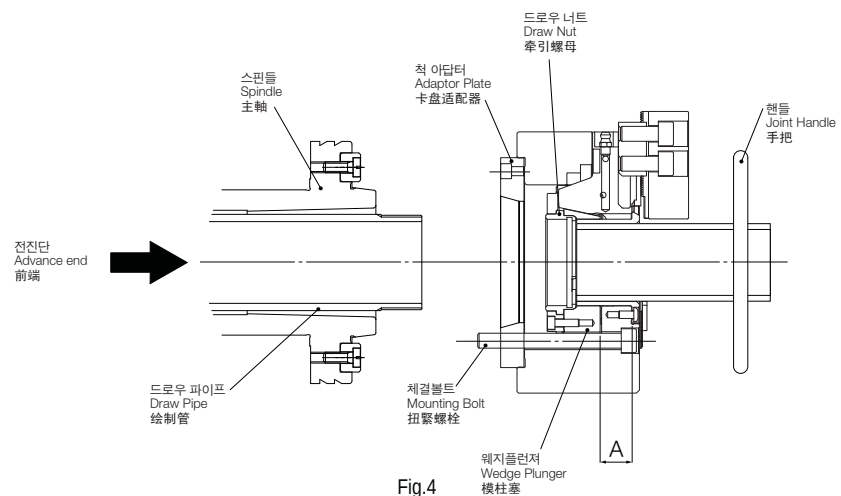
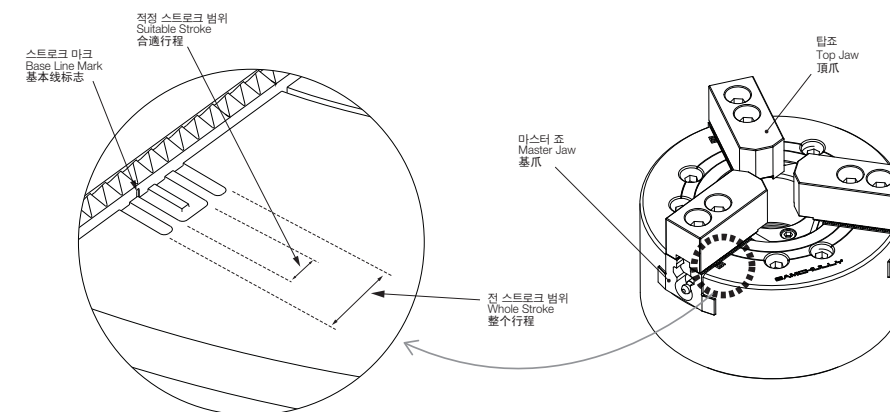

Fig.4
Fig.6
- (3) 척을 드로우 파이프에 연결합니다. 척의 소프트 조와 커버를 떼어내고 척 핸들을 척의 중심 구멍에 삽입하여 드로우 너트를 회전시키면서 드로우 파이프를 연결하여 주십시오.(Fig.4) 드로우 너트와 드로우 파이프를 연결할 때, 자연스럽게 연결되지 않으면 나사부위를 확인하여 주십시오. 무리하게 연결하면 소착의 원인이 되어 부품이 파손됩니다.
- (3) Connect the chuck to the drawpipe. Remove the soft jaw and cover of the chuck to insert the connecting handle in to the central hole of the chuck. Connect the chuck onto the drawpipe, turning the drawnut.(Fig.4) If the connecting of the chuck and drawpipe is difficult check the thread, If connected by force, the plunger will be damaged, thus resulting in seizing.
- (3) 将卡盘连接到拉制管上。卸下卡盘的软钢卡爪(soft jaw)及其盖, 将卡盘扳手插入卡盘中心孔, 转动拉制螺母, 连接拉制管。(Fig.4) 当连接拉制螺母和拉制管时, 如果不能自然地连接, 请检查一下螺丝部分。如果不合理地硬连接, 会造成烧结从而导致部件损坏。
(5) 마스터조의 위치를 조절합니다. 실린더 전진단에서 마스터조의 적정 위치는 커버 부착면에서 부터의 치수 A가 아래표가 되는 위치입니다. (Fig.4)
이때, 마스터조의 스트로크 마크가 전 스트로크 마크 외측의 선에 맞추어 있는 것을 확인해 주십시오. (Fig.6)
(5) Adjust the master jaw to the correct position. The adequate master jaw position at the cylinder advance end is where dimension A from cover mounting face is shown in the following table. (Fig.4) At this time, Check the master jaw standard mark is aligned to the outer line of total stroke mark.
(5) 调节卡爪座的位置。从油缸前面的卡爪座的合适的位置是，从盖的安装面开始的尺寸A应为下表的位置。(Fig. 4) 这时请确认卡爪座行程标识应对准行程标识。(Fig. 6) 此外由于拉制螺母有Clip stopper (转动停止装置)，请调整到有这一感觉的位置。
(6) 커버 부착 후 흔들림 정도를 확인하여 주십시오. 척의 외주 흔들림, 면 흔들림 정도는 0.02mm이하로 해주십시오.
공작물을 파악할때 마스터 조의 스트로크는 스트로크 범위의 중앙 및 적정 스트로크 범위 내에서 사용하는 것이 최적으로, 구조상 안전하고 정도상으로 좋습니다. 스트로크 끝 부분에서의 파악은 공작물 이탈(비산)의 위험이 있으므로 피하는 것이 좋습니다. (Fig.6)
It is the most desirable that the workpiece is gripped at mid stroke of the master jaw. To grip the workpiece correctly, avoid gripping at stroke end because it is danger due to discharges of workpiece. (Fig.6)
在夹持产品时，基爪的行程最好在行程范围的中央，或在适当的行程范围内，这样比较安全，精密度也好。在行程末端夹持时，由于加工产品可能被甩出去（飞散），因此请不要使用这种方法。(Fig. 6)